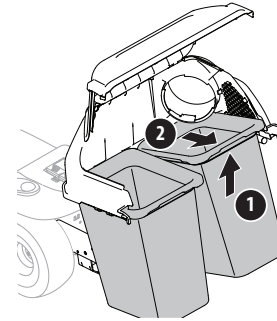

Figura 27
3. Retire las bolsas de césped, levantándolas (1 en Figura 27) y separándolas del conjunto de soporte de las bolsas (2).